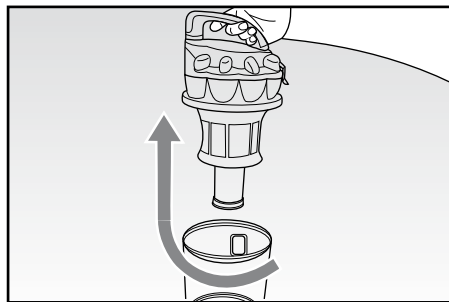

Fig. 10
- rimuovere il filtro completo ruotandolo in senso orario (Fig. 10).